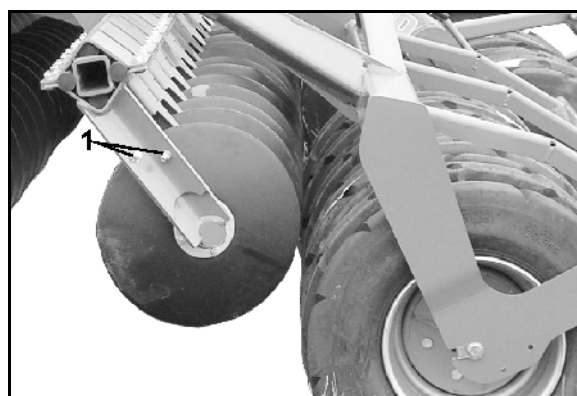

Рис. 46
2. Ослабьте резьбовые соединения (Рис. 46/1).